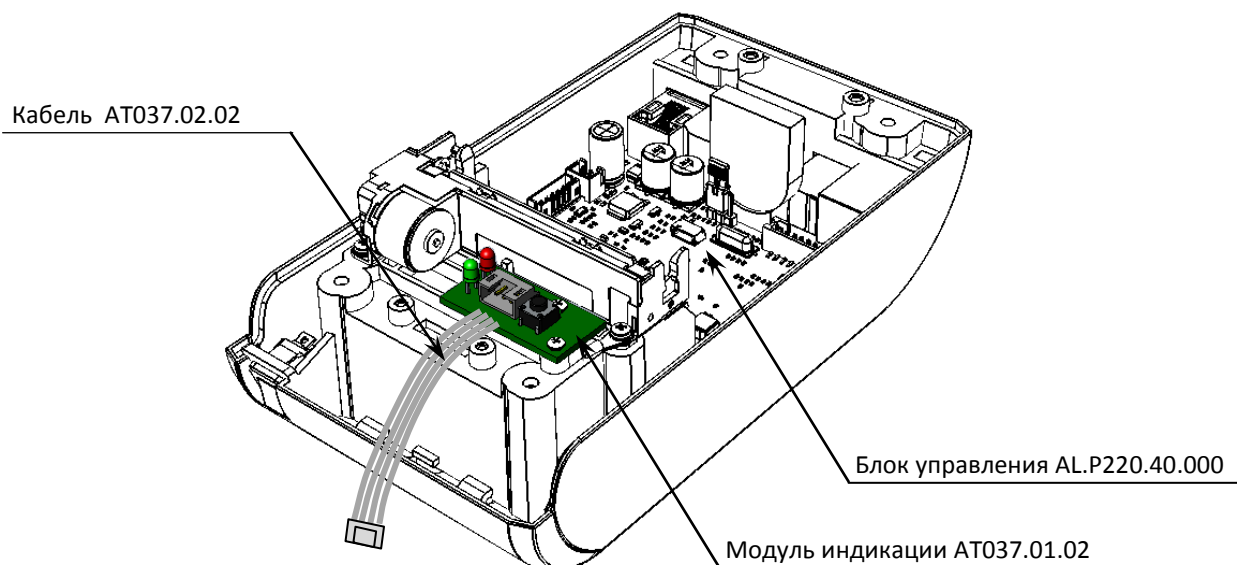

Рисунок 10. Расположение модуля индикации АТ037.01.02 в корпусе ККТ
- **БУ** AL.P220.40.000 rev.1.1 / AL.P220.40.000 rev.1.2 устанавливается на нижнюю часть корпуса (смотрите рисунок 10).